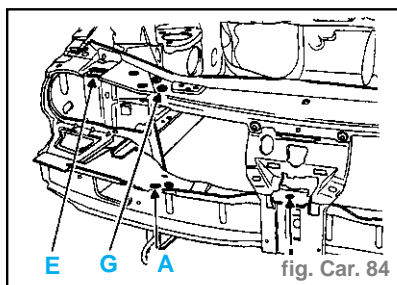

fig. Car. 84
- Les points (A), (B), (C) et (D) sont les références de positionnement du gabarit sur le véhicule (fig. CAR. 84 et 85).